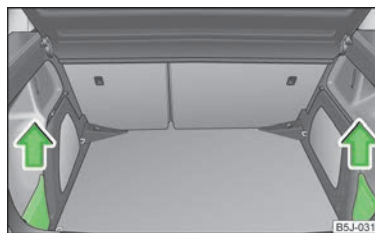

Fig. 74 Portbagajul: compartimentele de depozitare
- Prindeți capacul de partea de sus și scoateți-l cu grijă în sensul săgeții » fig. 74. ▶